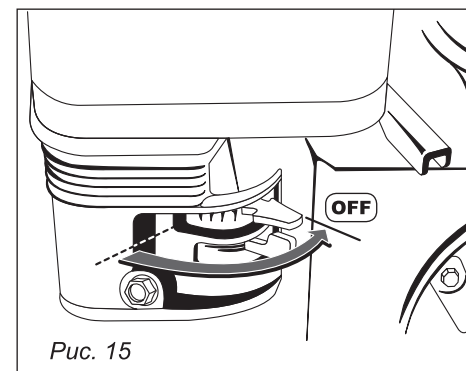

Рис. 15
7. После запуска двигателя, медленно поворачивайте ручку управления воздушной заслонкой в положение «OFF» (рис. 15).